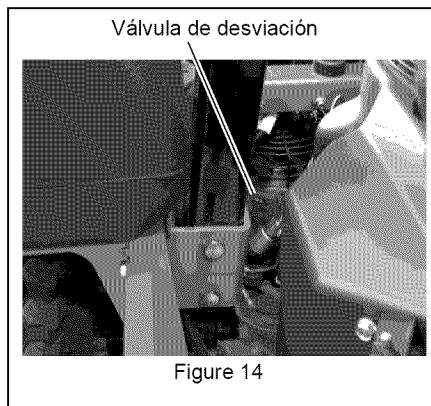

Figure 14
**IMPORTANT:** Las válvulas de desviación deben estar abiertas dos giros completos (máximo) antes de mover la unidad (consulte figure 14). Verifique que las válvulas de desviación estén cerradas antes de trabajar de nuevo con la máquina. Si no se cierran a fondo las válvulas de desviación antes de la operación puede dañarse el sistema hidráulico.